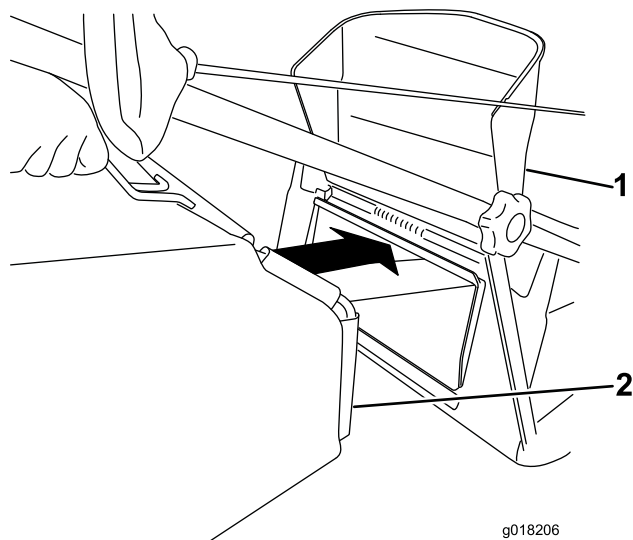

Figure 14
3. Accrochez le bac à herbe en place (Figure 14).